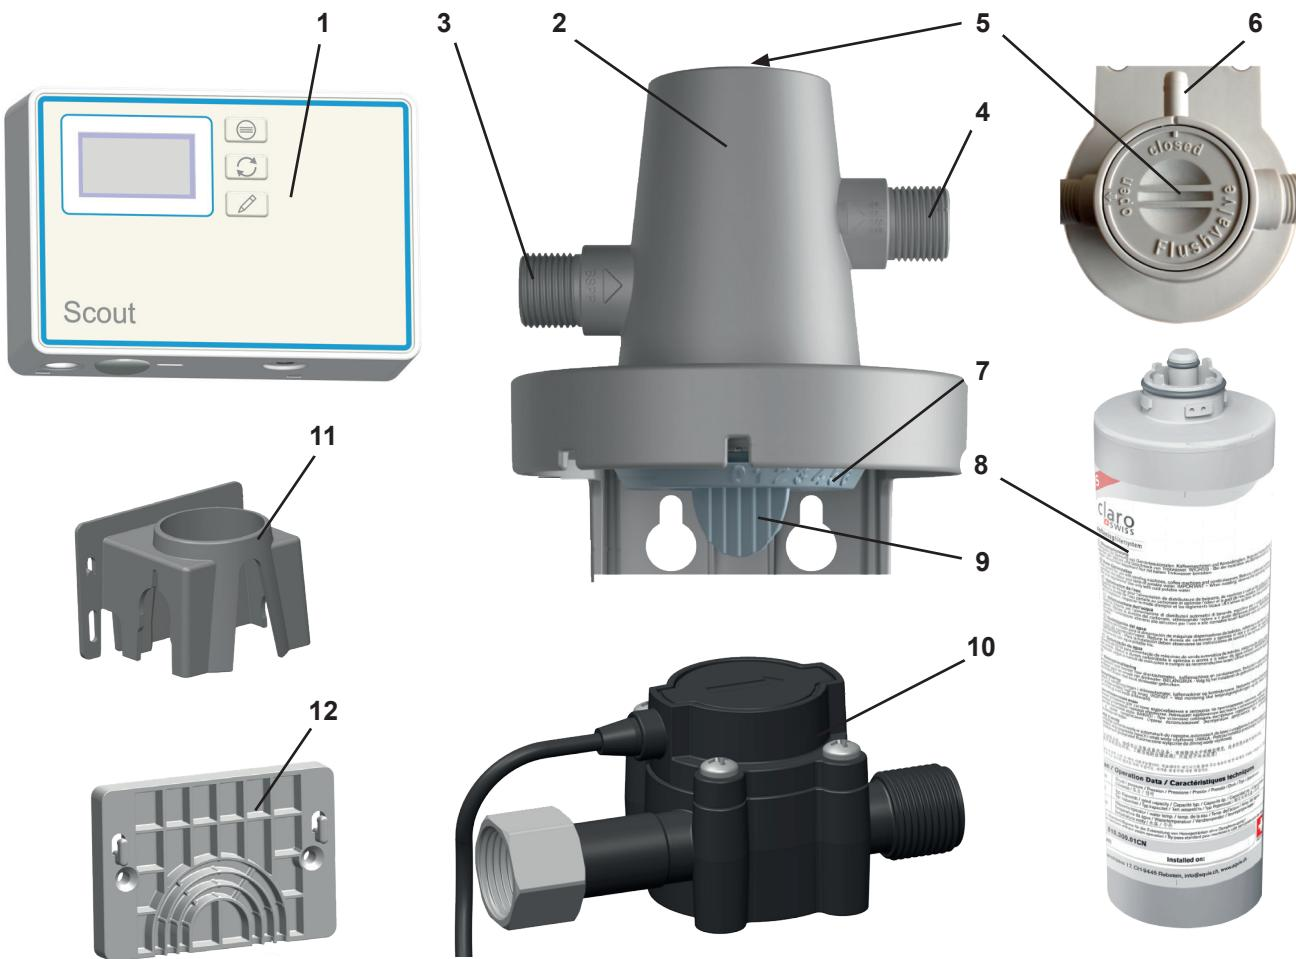

Fig. 1
- 1 POWER steamer water softener Medidor de vazão (Item 1, 10, 11, 12, Fig. 1)
- ⇒ Enroscar o adaptador 3/4“ - 3/8“ à conexão da unidade de sensor (10, Fig. 1)